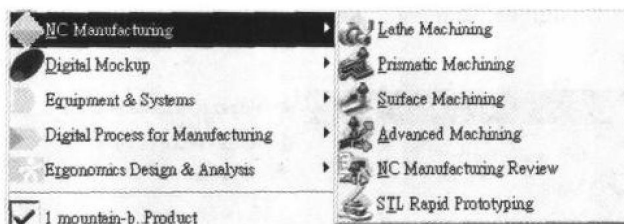

图 1.13
- **NC Manufacturing:** 包含从两轴加工到五轴加工的 NC 程序, 并且支持快速原形功能, 如图 1.13 所示。